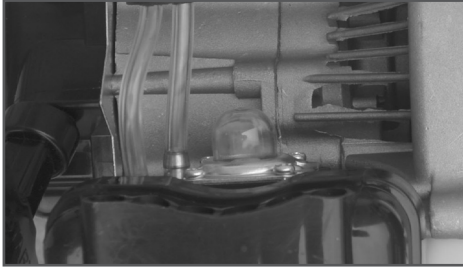

Рис. 5 Ручной топливный насос.
3. Нажмите на ручной топливный насос 5-10 раз, до появления в нем топлива. Насос находится в нижней части карбюратора под корпусом воздушного фильтра (Рис. 5).